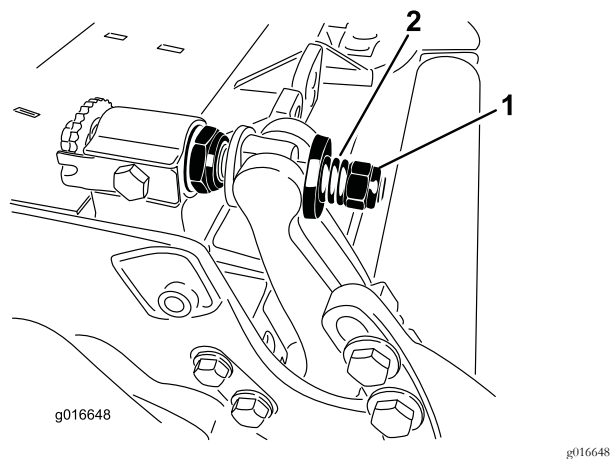

Figura 32
5. Serrate il dado di tensione della molla finché la molla non si schiaccia, quindi allentate di 1/2 giro (Figura 32).
11. Serrate il dado su ciascun gruppo di regolazione della barra di appoggio fino a comprimere completamente la molla di compressione, quindi allentate il dado di 1/2 giro (Figura 32).